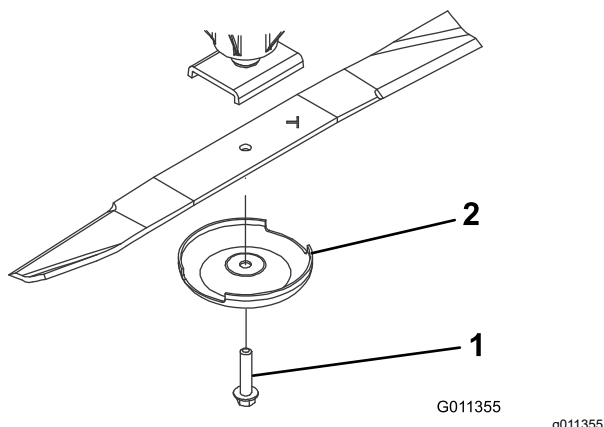

Figura 123
3. Retire o parafuso da lâmina, o recipiente antidanos e lâmina do eixo (**Figura 123**).